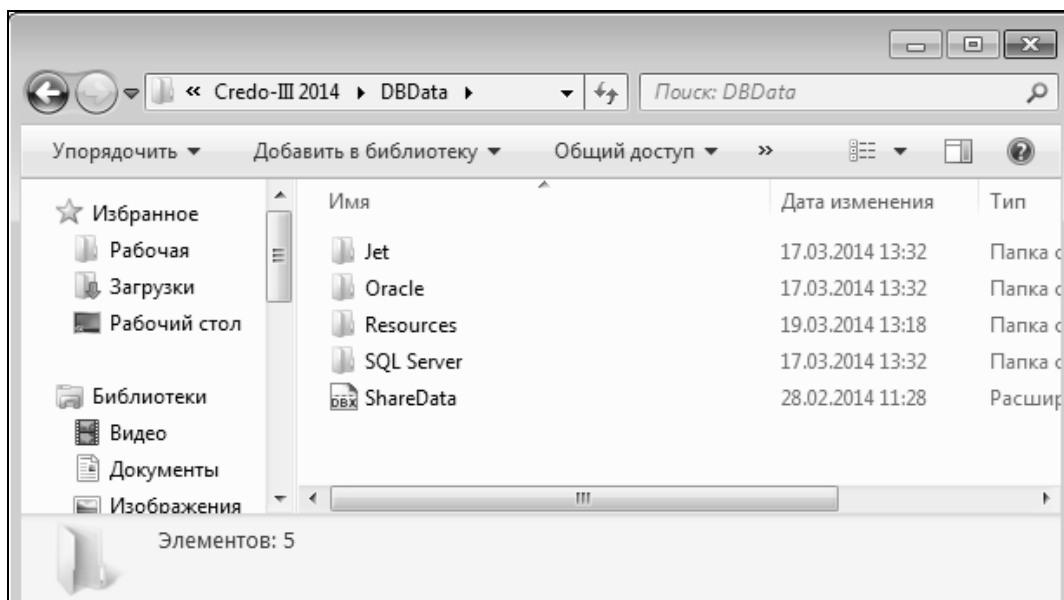

Рис. 1.2. Файл ShareData
3. В стандартном диалоге открытия документов следует указать файл **ShareData** формата DBX и нажать кнопку **ОТКРЫТЬ** (рис. 1.2).